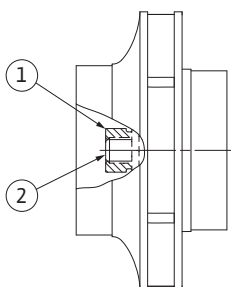

Fig. 55: Správná poloha matice oběžného kola po namontování
29. Hřídel pevně držte (viz úkon v kroku 24) a matice oběžného kola dotáhněte předepsaným utahovacím momentem (viz soupis „Tabulka 11: Utahovací momenty šroubů“ na straně 53). Matice (Fig. 55, pol. 1) musí být přibližně $\pm 0,5$ mm v jedné rovině s koncem hřídele (Fig. 55, pol. 2). Pokud tomu tak není, matici povolte a opakujte úkony podle kroků 25 až 29.